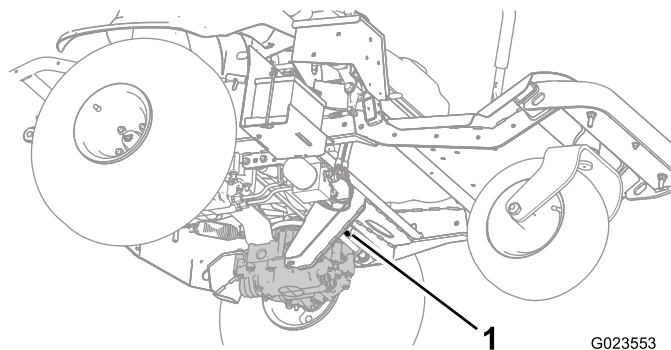
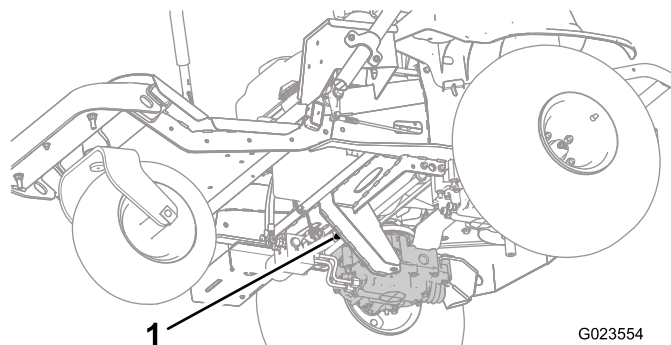
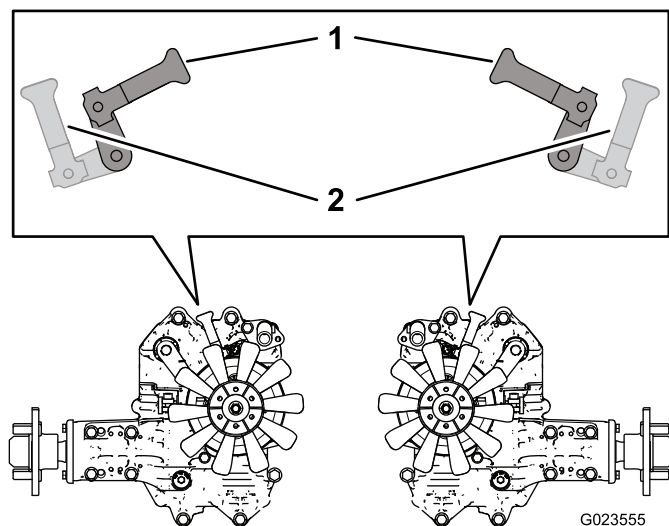

Figura 28
Figura 29
Figura 30
3. A partir da parte inferior da máquina, rode as alavancas da válvula de distribuição (Figura 28 e Figura 29) para que apontem para dentro, na direção do centro da máquina (Figura 30), e liberte o travão de mão; consulte Soltar o travão de mão (página 27).
4. Quanto tiver terminado de empurrar ou rebocar a máquina, rode as alavancas da válvula de distribuição para que apontem para a parte da frente da máquina, para permitir a condução da máquina (Figura 30).